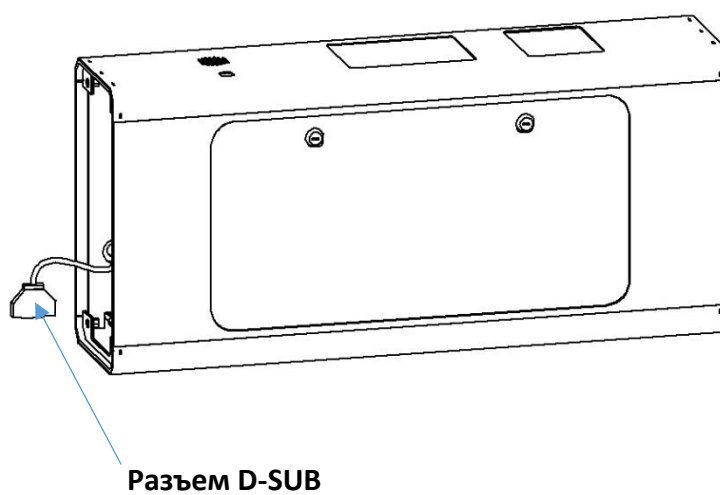

Рис. 2
- Освободить кабели с разъемами D-SUB от фиксирующей ленты и аккуратно вытянуть кабели за разъемы через отверстия на боковых торцах контрольного блока (рис.2).